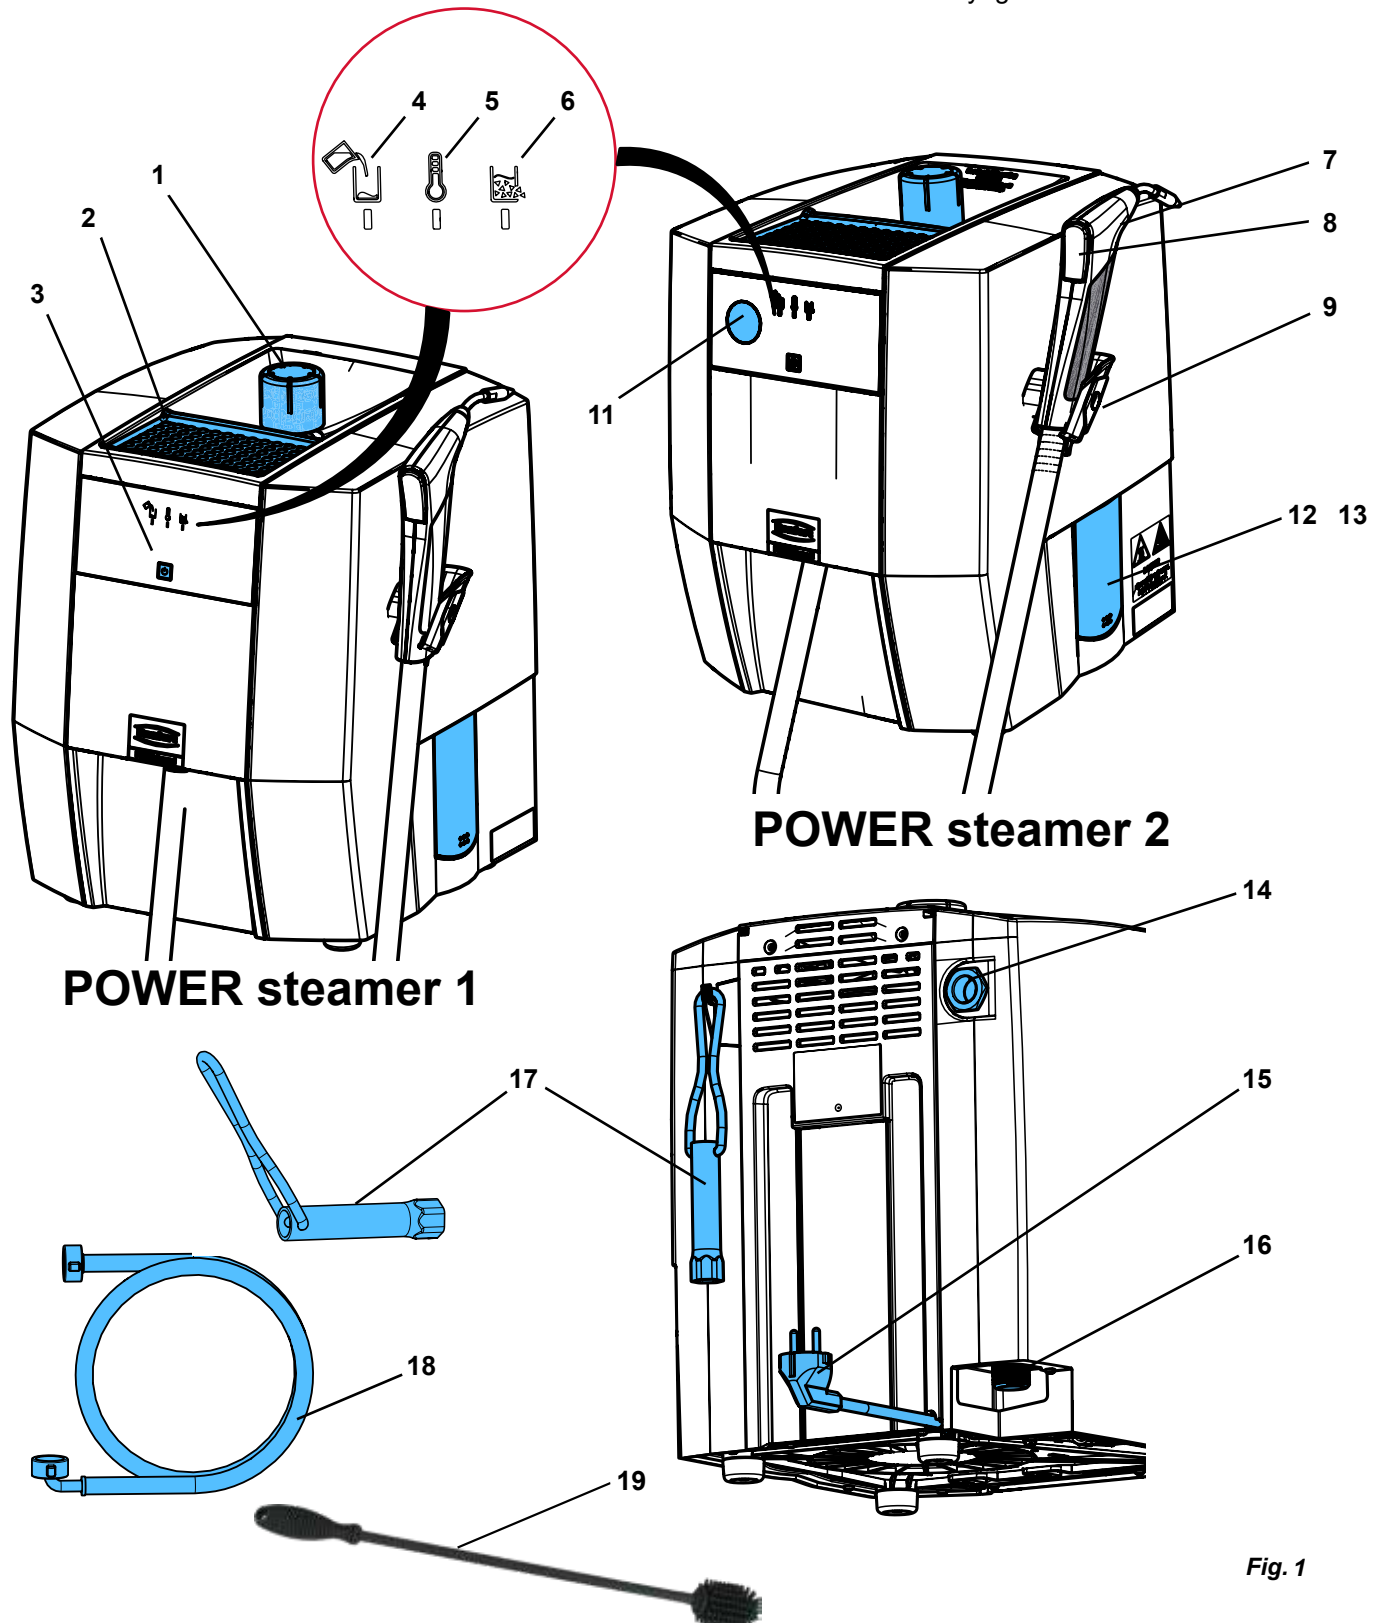

Fig. 1
- ▶ Placer l'appareil de sorte à éviter tout danger au niveau de l'évacuation de la vapeur par la vanne de surpression (14, fig. 1).
Des modèles en plâtre ou de revêtement peuvent être déposés pour séchage sur l'emplacement (2, Fig. 1).
⇒ Visser le bouchon de réservoir (1, Fig. 1).
Placer l'appareil de sorte à éviter tout phénomène dangereux en cas de sortie de vapeur par la vanne de surpression (14, Fig. 1) (ne pas placer l'appareil devant une prise de courant par ex.).
La vanne de surpression de l'évacuation de la vapeur (14, fig. 1) ne doit pas être obturée ou bloquée d'une manière ou d'une autre.
Risque dû à la vapeur d'eau sous pression ! Avant d'ouvrir le bouchon de l'ouverture de révision, veiller à ce que le réservoir sous pression soit complètement dépressurisé. Ouvrir et retirer le bouchon de réservoir (1, Fig. 1).
- ⇒ Placer l'appareil de sorte que l'eau puisse s'écouler de l'ouverture de révision (12/13, Fig. 1) dans une cuve.